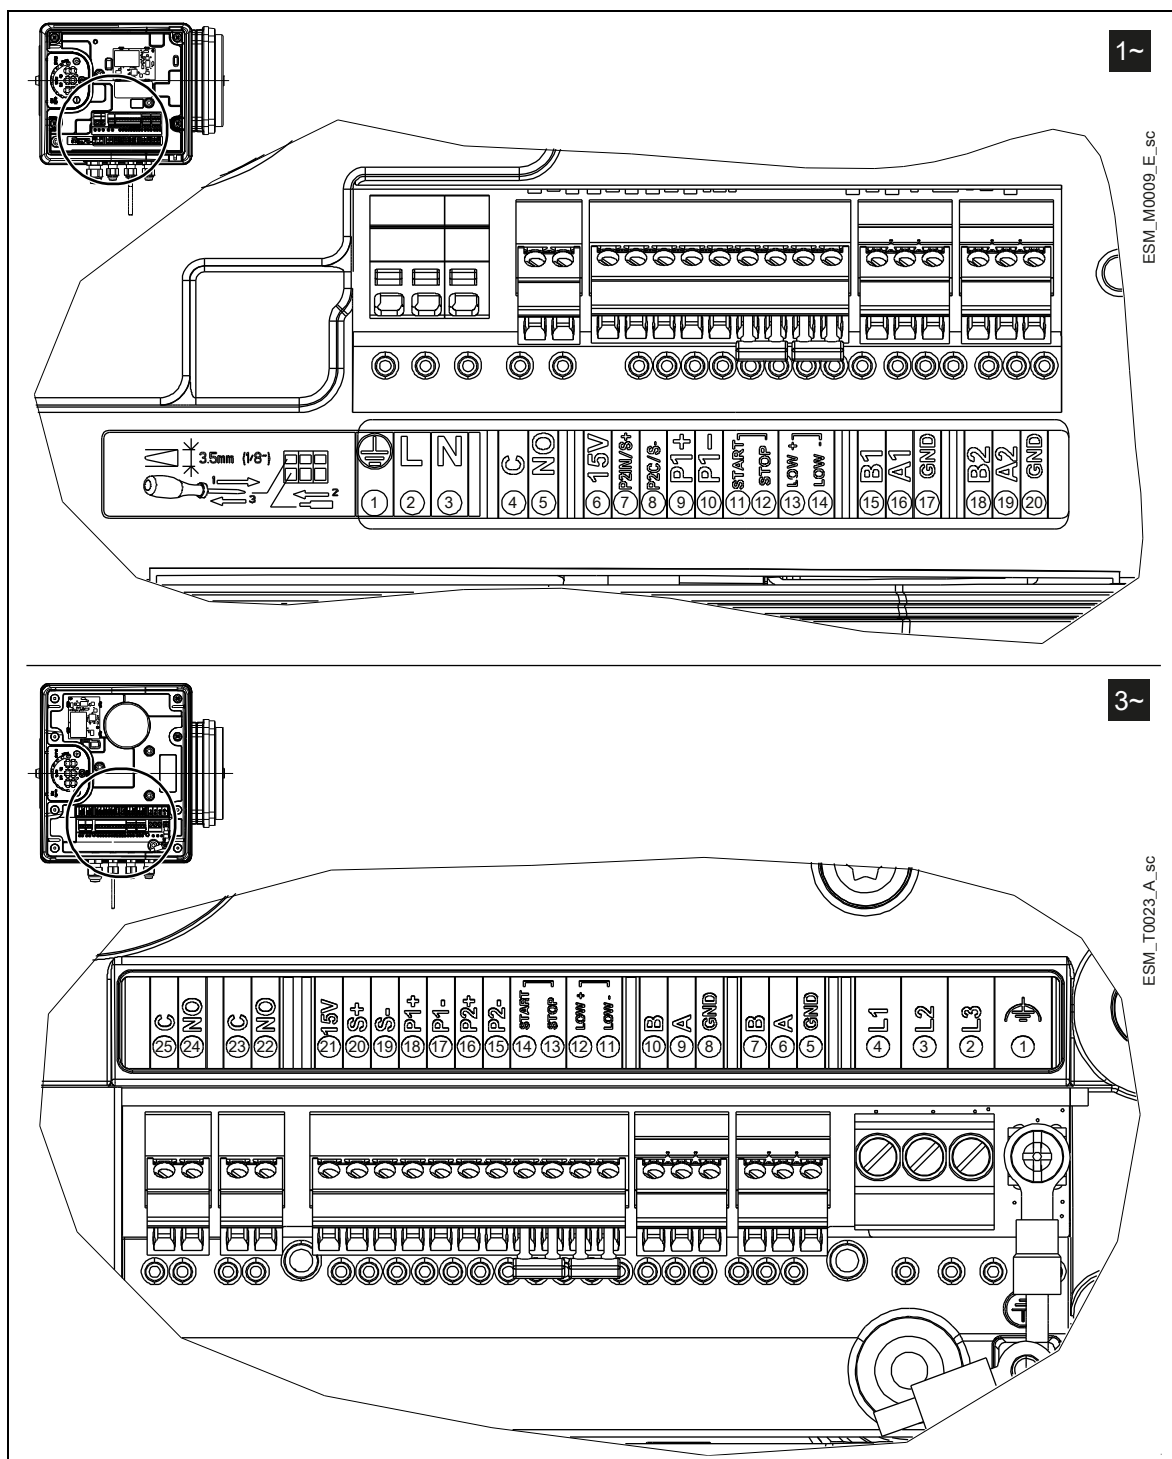

Рисунок 15: Маркировка подключений
2. Подключите провода согласно коммутационной схеме.	Рис. 15